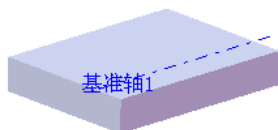
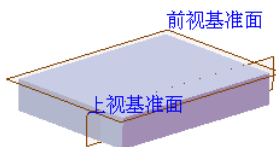

图 17.11.5 创建基准轴 1
图 17.11.6 定义基准轴的参考平面
Step3. 创建图 17.11.5 所示的基准轴 1。
(1) 选择命令。选择下拉菜单 **插入(I)** → **参考几何体(R)** → **基准轴(A)...** 命令（或单击“参考几何体”工具栏中的  按钮），系统弹出“基准轴”对话框。
(2) 定义基准轴的创建类型。在 **选择(S)** 区域中单击  **两平面(T)** 按钮。
(3) 定义基准轴的参考平面。选取图 17.11.6 所示的基准面为参考平面。
(4) 单击 **✓** 按钮，完成基准轴 1 的创建。